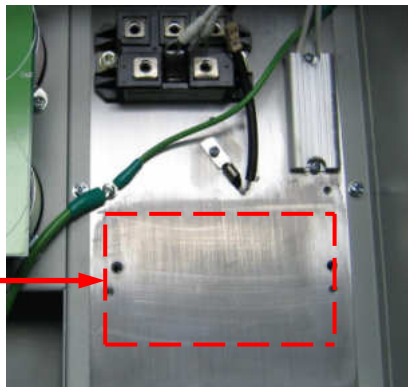

Рис.7.14
7.7.1. Протереть, бумажной салфеткой, смоченной СБС, место установки на радиаторе ПЧ **матрицы IGBT** (рис.7.14).